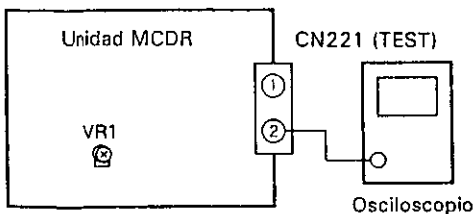

Fig. 9-2 Conexión
1. Haga la conexión como se muestra en la Fig. 9-2.
2. Ajuste el sistema al modo Super Manual (vea el apartado "11. ① modo Super Manual"), y ponga todos los interruptores DIP (S5 de la unidad KDSB) en la posición OFF (se seleccionará el motor VD).